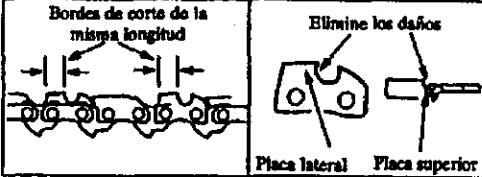

Figura 33
- dirección solamente. Use 2 ó 3 pasadas en cada borde de corte. Figura 33
- Mantenga todos los dientes de la misma longitud. Figura 33.
- Lime lo suficiente para eliminar todos los daños al borde de corte (placa lateral y placa superior). Figura 33.